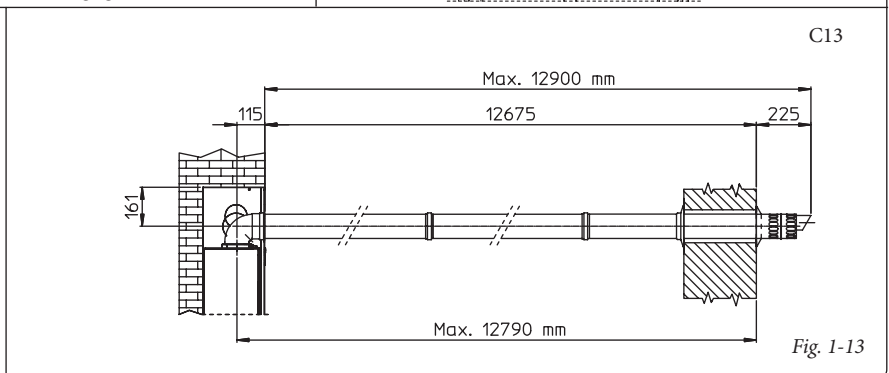

Fig. 1-13
- Prolunghe per kit orizzontale (Fig. 1-13). Il kit orizzontale di aspirazione-scarico Ø 60/100